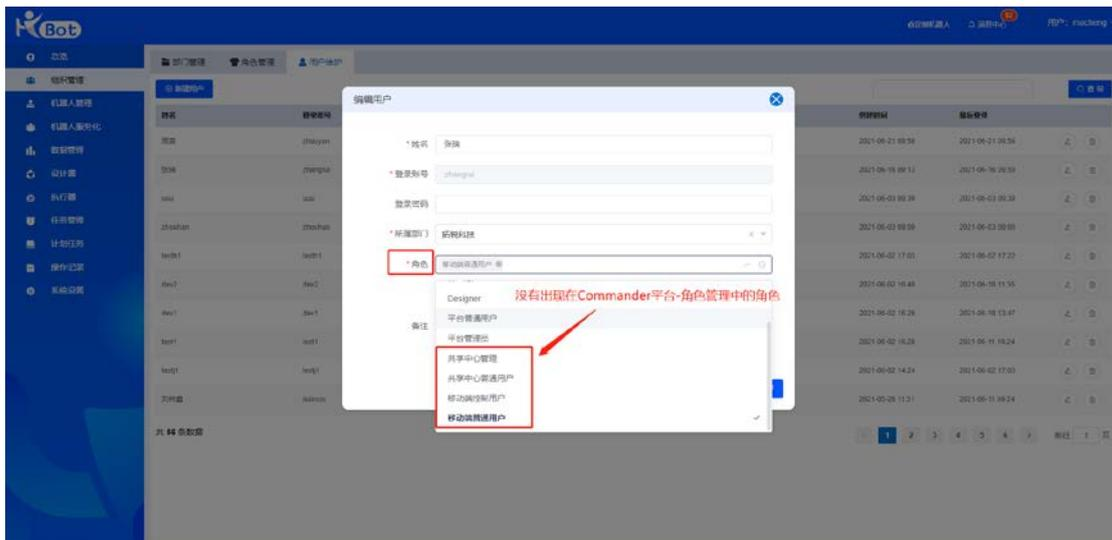

图 24
**注意：**在编辑用户-角色一栏，会出现在 Commander 平台-角色管理中没有出现的角色，如图 24. 中的“共享中心管理”、“移动端控制用户”等角色。这是因为 Commander 平台-角色管理，只对应本平台的角色。Commander 平台不提供其他平台的角色配置，只提供其他平台角色的选择与否。